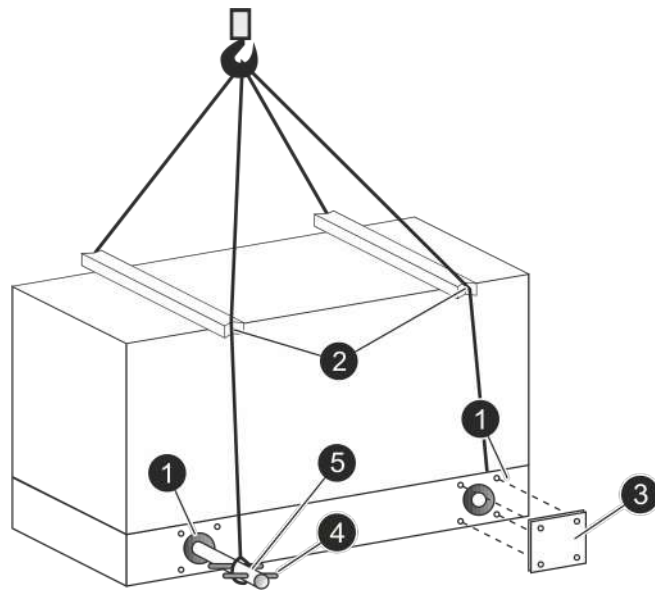

Fig. 11: Transporte con tubos de elevación y riostras para cuerdas
En el volumen de suministro se incluyen de forma opcional dos tubos de elevación (Fig. 11/5) para el transporte del equipo. En función de la serie del equipo, también se pueden incluir en el volumen de suministro placas de obturación para las aberturas de transporte. Las dimensiones, los pesos y las identificaciones de transporte de las unidades de transporte se pueden extraer del dibujo del equipo.
2. ➤ Introduzca los dos tubos de elevación (Fig. 11/5) en la aberturas de transporte identificadas (Fig. 11/1) en el zócalo del equipo.
3. ➤ Asegure los dos tubos de elevación (Fig. 11/5) con pasadores (Fig. 11/4) a ambos lados.
5. ➤ Coloque las cuerdas en la zona superior de la unidad de transporte en las riostras para cuerdas (Fig. 11/2) y manténgalas separadas con las riostras. Así se asegura de que las cuerdas o cintas no entran en contacto con el equipo.
11. Para sellar las placas de obturación (Fig. 11/3) aplique silicona N Plus.